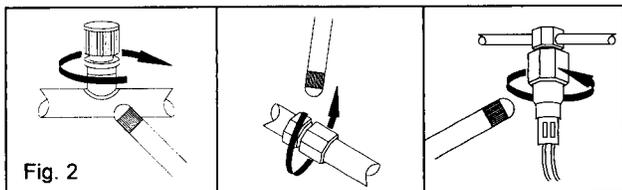

Fig. 2
5. Pour l'inspection complète de chaque zone, la sonde devrait être déplacée autour de cette dernière à une vitesse ne dépassant pas 25 à 50mm/seconde (1-2 pouces/seconde) et à une distance de la surface ne dépassant pas 5mm (1/4 de pouce). Un mouvement plus lent et plus rapproché de la sonde améliore fortement la possibilité de trouver une fuite (voir Fig. 2 ci-dessous). Toute augmentation de la fréquence des bîps indique la présence d'une fuite.